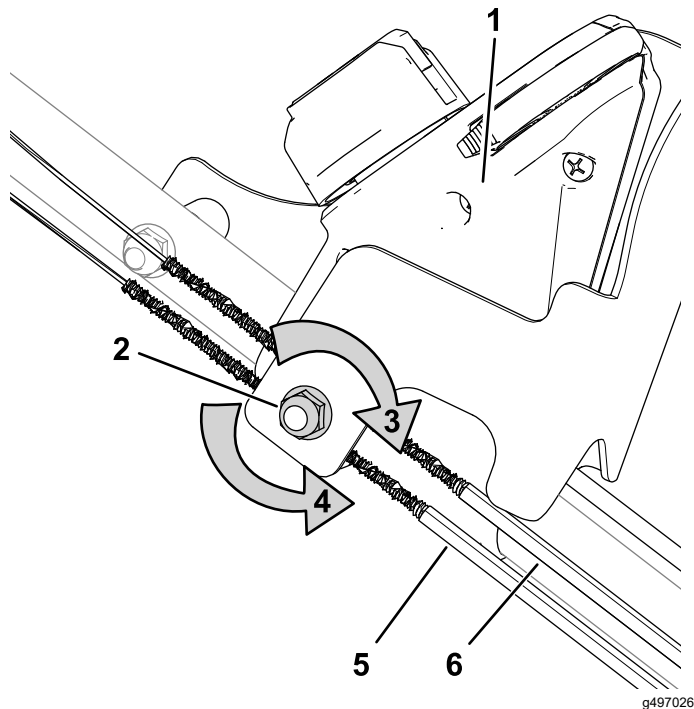

Bild 27
1. Drehen Sie die Einstellmutter nach links, um die Seileinstellung zu lösen (Bild 27).
2. Stellen Sie die Spannung der Züge (Bild 27) ein, indem Sie sie zurückziehen oder nach vorne drücken und dann in dieser Stellung arretieren.